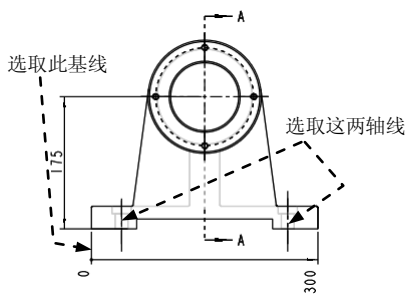
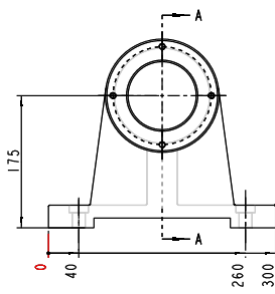

图 5.8.38 选取对象
图 5.8.39 标注结果
(1) 在功能选项卡区域的 **注释** 选项卡中选择 **二维纵坐标尺寸** 命令。此时系统弹出“选择参考”对话框。
(2) 在系统 **在几何上选择以创建基线，或选择纵坐标尺寸 以使用现有的基线。** 的提示下，按住 Ctrl 键，从左至右依次选取图 5.8.38 所示的基线和两条轴线，在视图下方合适的位置单击中键放置尺寸。
(3) 单击中键，完成尺寸标注。
(4) 按住 Ctrl 键，选取上一步创建的纵坐标尺寸和刚刚创建的纵坐标尺寸，然后右击，在系统弹出的快捷菜单中选择 **对齐尺寸** 命令，结果如图 5.8.39 所示。